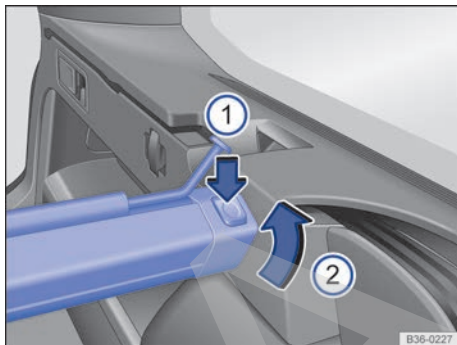

Fig. 197 En el maletero: desmontar la red de separación.
- Presione la tecla de desbloqueo izquierda o derecha → fig. 197 ① en el sentido de la flecha.
- Extraiga la carcasa del soporte en el sentido de la flecha → fig. 197 ②.
- Presione la carcasa en los soportes izquierdo y derecho en el sentido contrario al de la flecha → fig. 197 ②. La carcasa encastra.
En las teclas de desbloqueo → fig. 197 ① deberá dejar de verse una marca roja.